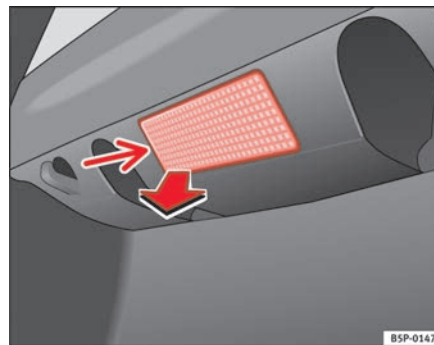

Abb. 168 Gepäckraumbeleuchtung
- Das Lampenglas der Glühlampe durch Druck mit einem Schraubenzieher auf dessen Unterkante -Pfeil abnehmen ⇒ Abb. 168. ►